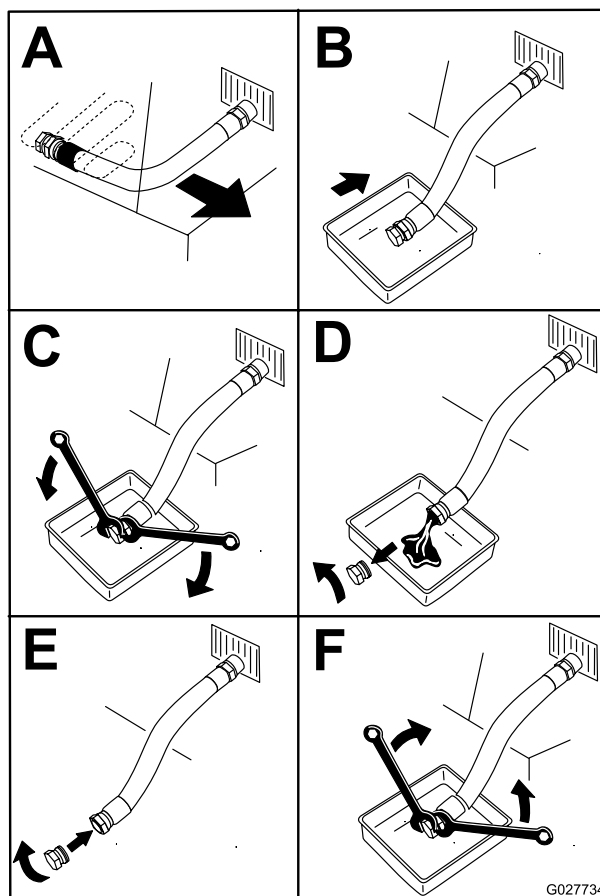

Figure 49
5. Drene el aceite del motor (Figure 49).